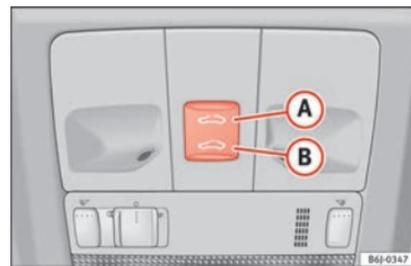

Fig. 11
- Abrir: pulse una sola vez el botón » » fig. 11 ①. Si lo mantiene pulsado se abre hasta la posición deseada.
- »» **fig. 11 B**. Si lo mantiene pulsado se cierra hasta la posición deseada.